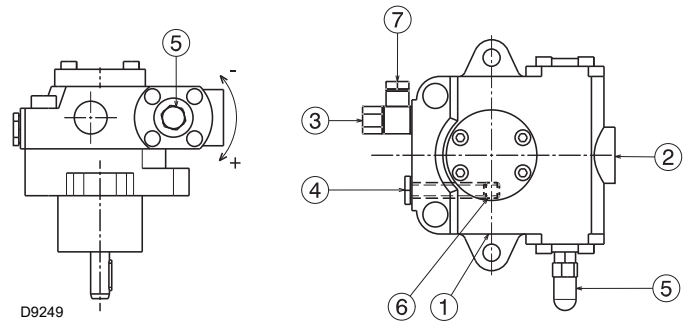

Abb. 23
Sie sind am Brenner installiert und der Bypass wird mit der Schraube 6)(Abb. 23) geschlossen.
- Damit sich die Pumpe (Abb. 23) selbst einschalten kann, muss die Schraube 4) der Pumpe gelockert werden, damit die Saugleitung entlüftet wird.
Zeichenerklärung (Abb. 23)
Dieser Vorgang ist möglich, weil die Pumpe werkseitig mit Brennstoff gefüllt wird. Falls die Pumpe geleert wurde, muss sie vor dem Anfahren über den Stopfen des Vakuummeters 4)(Abb. 23) mit Brennstoff gefüllt werden, andernfalls kommt es zum Festfressen.